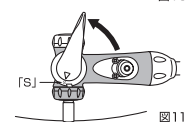

図11
- 3 口金レバーを「S」の位置に倒します。(図11) (内部のパッキンが閉じます)